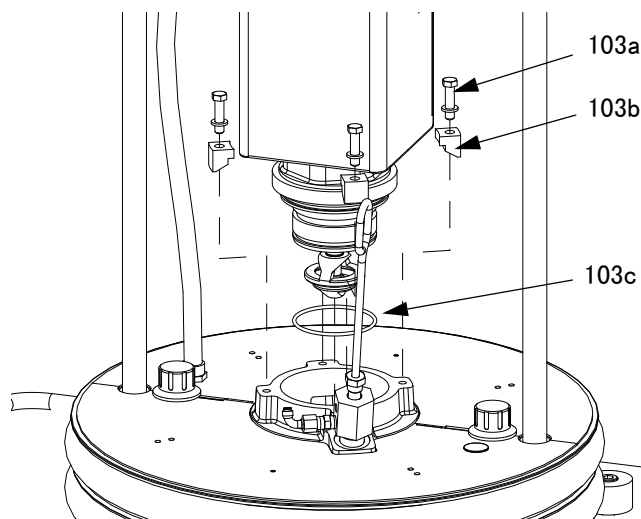

图 41：55 加仑安装套件
2. 用螺钉（103a）和夹片（103b）将泵固定在压盘上。见图 41。